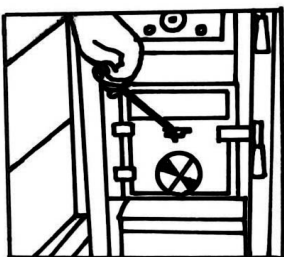

Bild 9
4. Der Gussstutzen aus dem Sonderzubehör, ist auf die Herdplatte festzuschrauben (Bild 9)
Mit Hilfe des mitgelieferten Deckelhebers kräftig den Rüttler (Bild 9) durch schnelle Bewegungen nach vorne und hinten abzurütteln.